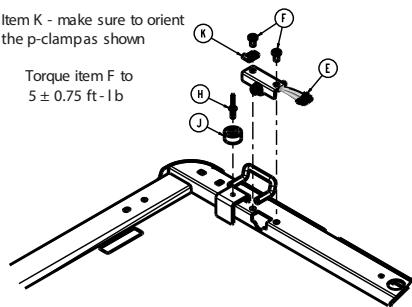

Figure 26 – Retrait du câble
18. À l'aide d'une clé Torx T30, retirer les deux vis (F) qui fixent l'ensemble port/support de la commande suspendue (E) à l'ensemble soudé du relève-buste (Figure 26). Conserver les vis.